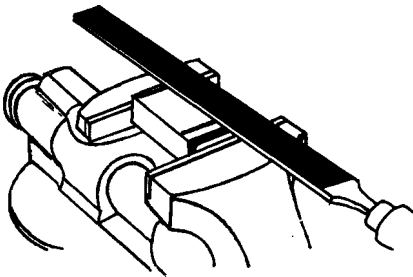

Fig. 3-5
2.3. Trazos de tiza.—Si la cara limada adquiere curvatura, pintar dos trazos de tiza (fig. 3.5) y procurar limar sin borrarlos. Si se borran pintarlas de nuevo.